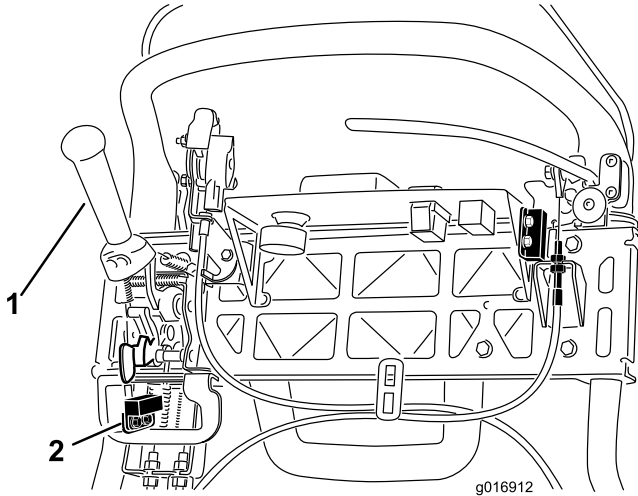

图38
- 4. 松开联锁开关紧固件(图38)。
- 5. 在牵引杆与联锁开关之间放入 0.062 英寸（1.6 毫米）厚的塞尺(图38)。